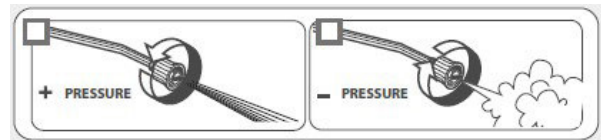

Abb. 6: Arbeitsdruck
Schritt 4: Der Arbeitsdruck-Wert kann auf dem Manometer (Pos. 4, Abb. 3) abgelesen werden. Der Druckwert kann durch Betätigung des Druckreglers (Abb. 6) der Handspritzpistole (Pos. 24, Abb. 3) verändert werden.
Schritt 6: Der Arbeitsdruck-Wert kann auf dem Manometer (Pos. 4, Abb. 3) abgelesen werden. Der Druckwert kann durch Betätigung des Druckreglers (Abb. 6) der Handspritzpistole (Pos. 24, Abb. 3) verändert werden.
Schritt 2: Überprüfen, dass der Druckregler auf Höchstdruck eingestellt ist (Abb. 6).
Schritt 4: Betätigen Sie den Kopf des Düsenhalters (Pos. 28, Abb. 3) gezeit und schalten Sie den Hochdruckreiniger wieder ein, indem Sie den Geräteschalter (Pos. 1b, Abb. 3) auf die Position "1" stellen und den Hebel (Pos. 25, Abb. 3) der Handspritzpistole betätigen. Das Ansaugen und Mischen erfolgt automatisch durch den Wasserdurchfluss. Um den Hochdruckreiniger wieder mit Hochdruck zu betreiben, schalten Sie das Gerät aus, indem Sie den Geräteschalter (Pos. 1b, Abb. 3) auf die Position "0" stellen und den Kopf (Pos. 28, Abb. 3) betätigen (Abb. 6).